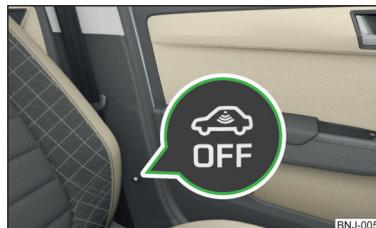

Fig. 36
- Appuyer sur la touche de symbole  » fig. 36 sur le montant B côté conducteur.